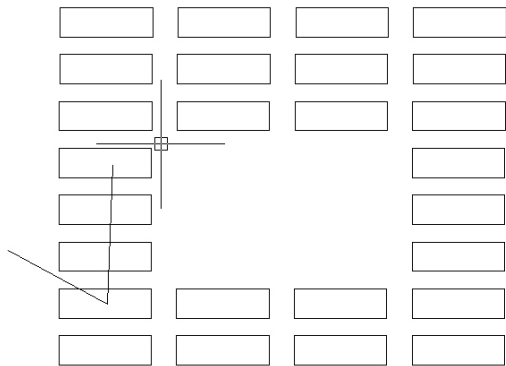

Figure 3.81
3. Validez. La zone sélectionnée est effacée (voir Figure 3.81).